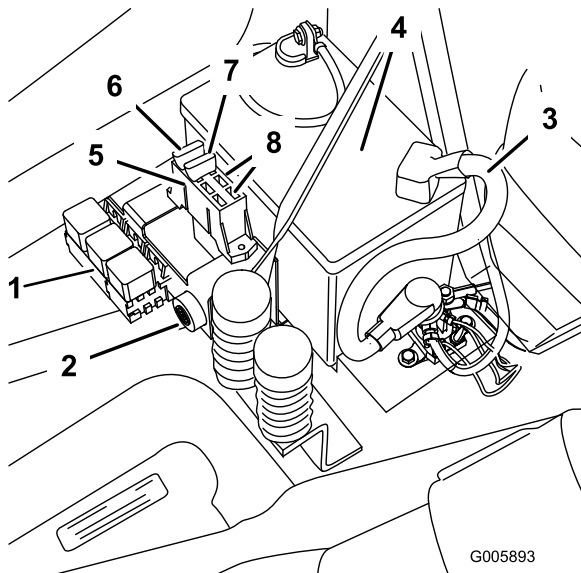

Figure 46
1. Soulevez le siège pour accéder au porte-fusibles (Figure 46).
2. Pour remplacer un fusible, tirez dessus pour l'enlever (Figure 46).